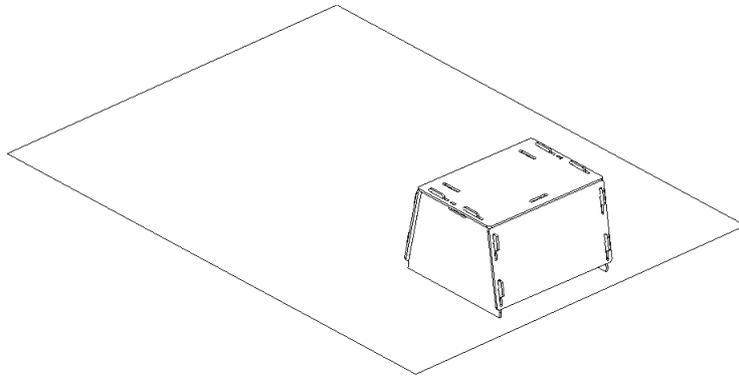

Abbildung 134: Scanner-Ständer auf dem Muster.
2. Den Scanner-Ständer auf dem markierte Rechteck auf dem Muster ausrichten, dabei streng auf die Orientierung der Schlitze in der Ständer-Abdeckung achten (siehe Abb. 134).